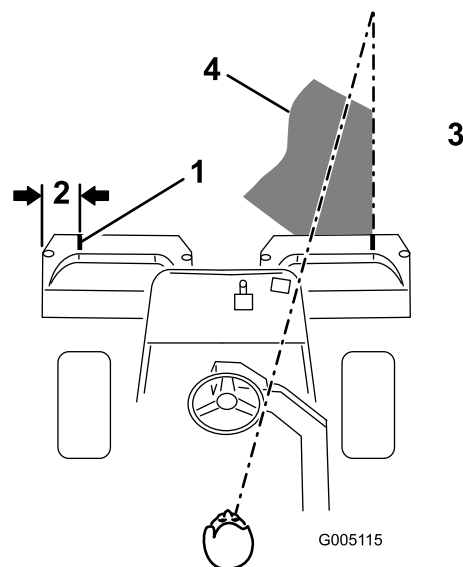

Figura 33
2. Applicate una striscia adesiva bianca, oppure tracciate una linea con della vernice bianca, su ciascun cestello, parallela al bordo esterno del cestello stesso (Figura 33).
3. Durante le passate di ritorno sovrapponetevi uno spazio minimo alla falciatura precedente. Per tosare in linea retta il green e mantenere la macchina alla medesima distanza dal bordo della falciatura precedente, immaginate una linea da 1,8-3 m circa davanti alla macchina fino al bordo della sezione di green da tosare (Figura 33 e Figura 34). Potrebbe essere utile includere nella linea di collimazione il bordo esterno del volante, vale a dire, tenere allineato il bordo del volante con un punto che si trovi sempre alla stessa distanza dalla parte anteriore della macchina (Figura 33 e Figura 34).